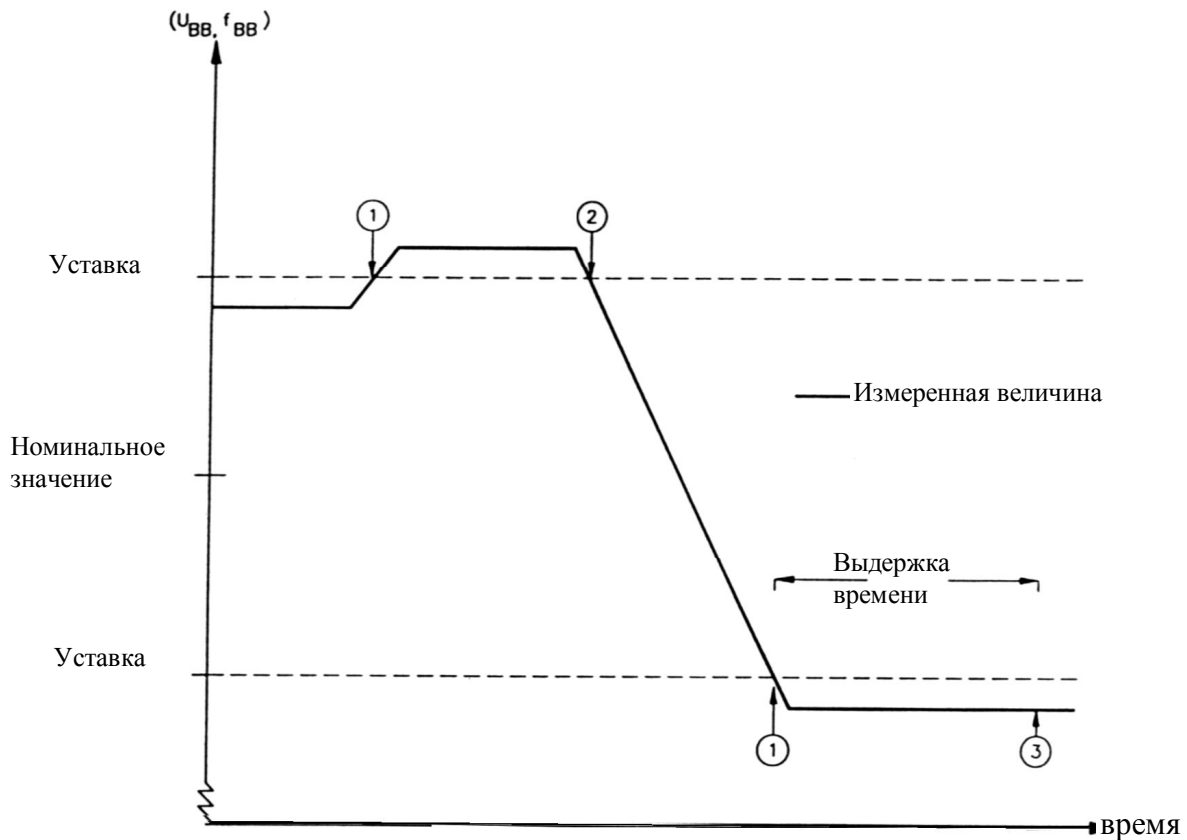

Рис. 38 Временная диаграмма срабатывания сигнализации и защиты шин ГРЩ
Контроль и защита шин ГРЩ построены на заданной уставке выдержек времени срабатывания защиты и сигнализации (см. рис. 38), где: (1) – отсчет выдержки времени начинается с момента выхода контролируемой величины за установленные пределы; (2) – отсчет времени прекращается, если значение контролируемой величины вновь вернулось в рамки, заданные соответствующими уставками; (3) – выдержка времени истекла и включается сигнализация, либо отключается генераторный выключатель.